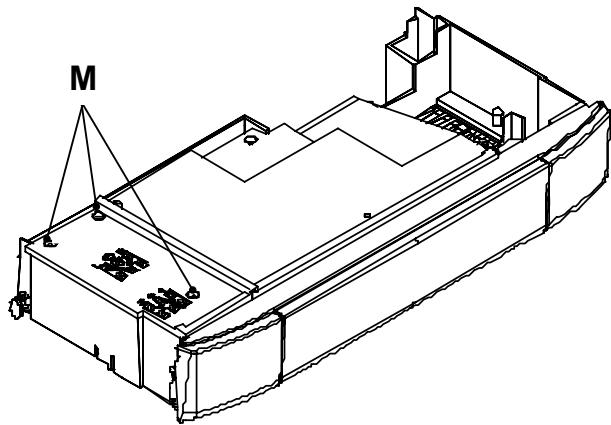

рисунок 5.18
- Ослабьте винты М и снимите сервисную панель (рисунок 5.18).